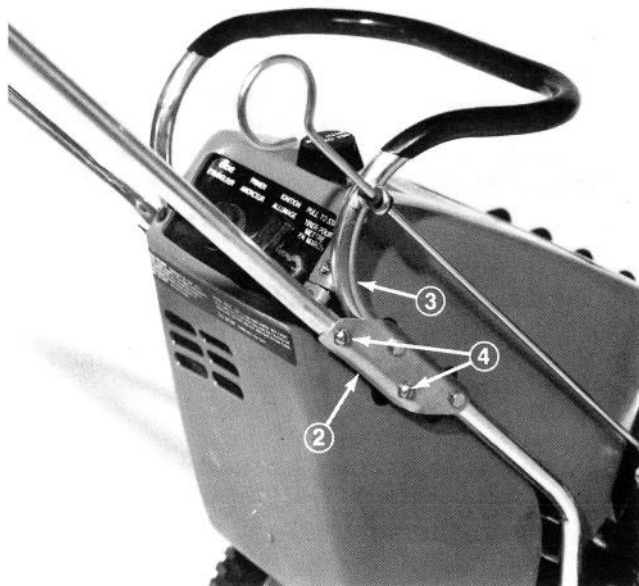

Figure 3
2. Fixez les deux côtés du mancheron en place à l'aide de quatre vis mécaniques. Serrez bien les vis (Fig. 3).